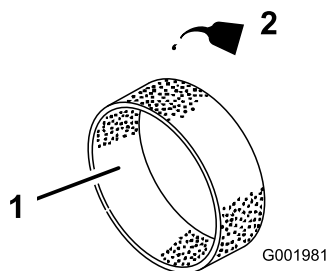

Figura 35
- Coloque 30 a 59 ml de óleo no elemento (Figura 35).